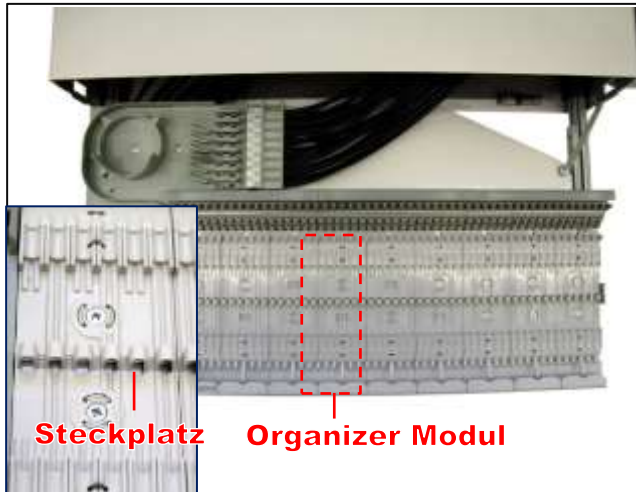

Abb. 9
- EMK im 90° Winkel an das Organizer Modul (**Abb. 9**) ansetzen.